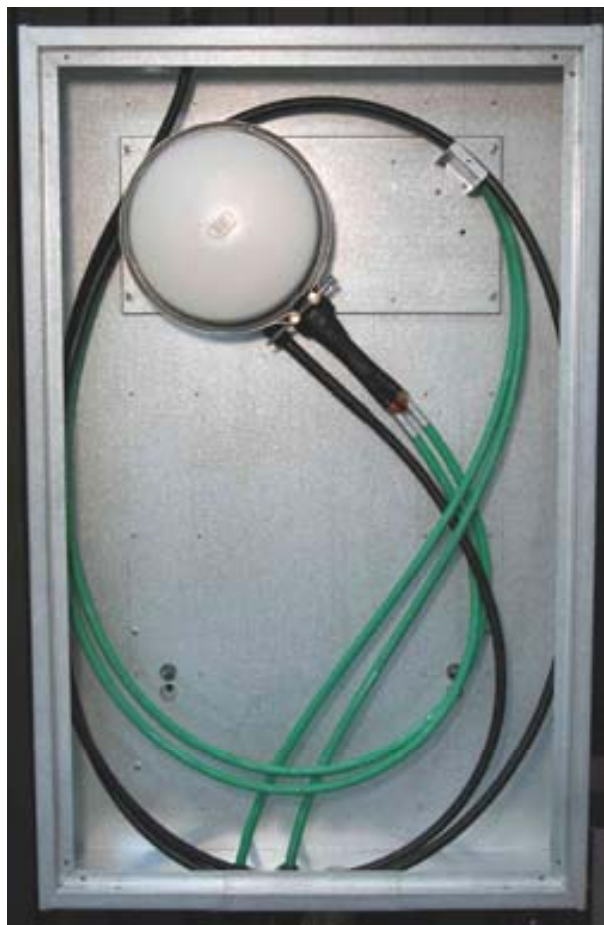

Bild 1
2. Tag ut fästplåten och montera dit upphängningsvinkel till höger och skarvbox till vänster som tillsammans skapar en galge för kabel överskott se bild 1 och 2.